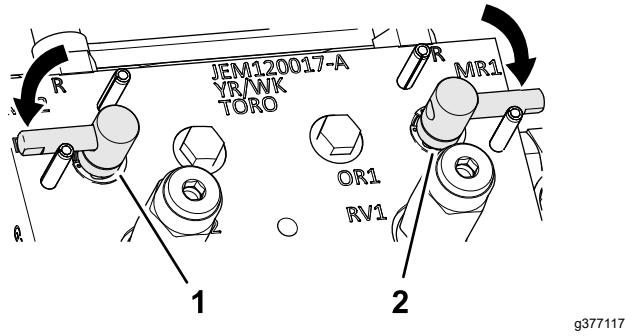

Figure 110
3. Tournez les leviers de rodage à la position F (tonte) (Figure 110).